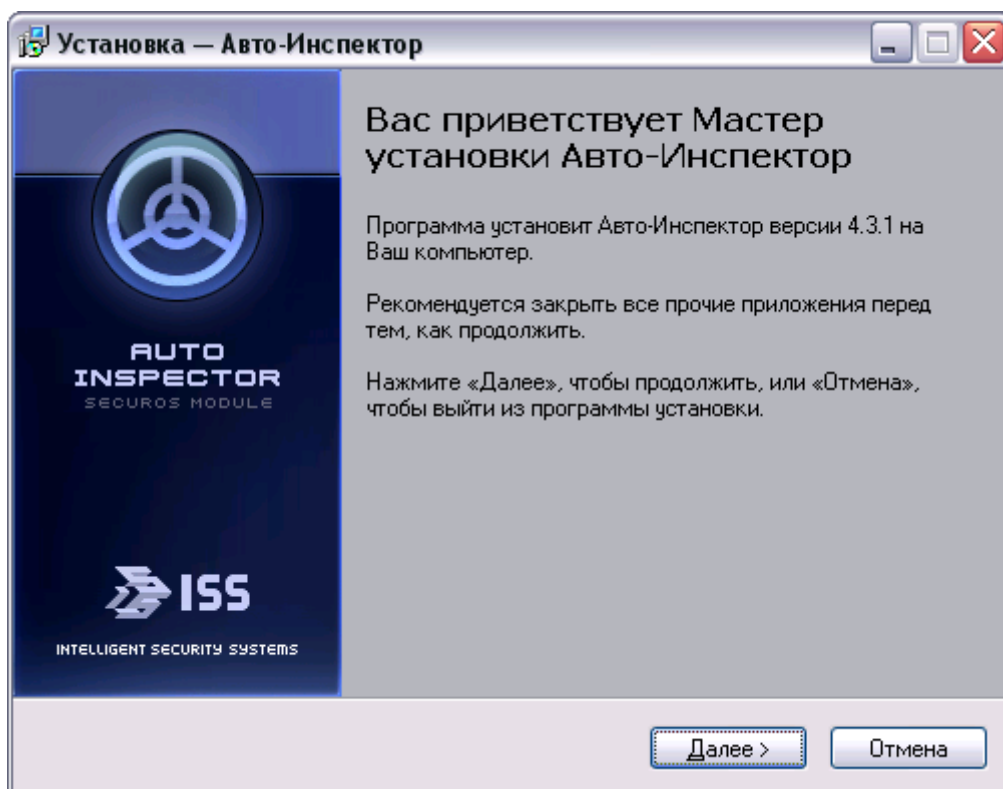

Рис. 9. Приветствие программы Мастера установки
1. Вставьте компакт-диск с программным обеспечением Модуля в дисковод компьютера и запустите файл `Install.exe`. В появившемся диалоговом окне выберите язык программы установки и нажмите кнопку **ОК**. Появится окно Мастера установки (см. рис. 9).